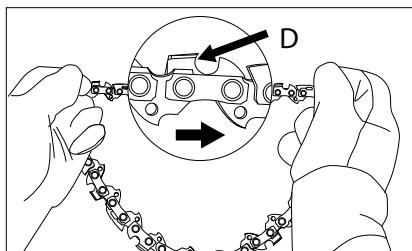

Rys. 5
- Odkręć obie nakrętki (A) mocujące drążek i pokrywę ochronną. Zdjąć osłonę wraz z osłoną hamulca łańcucha (B) (Rys. 5).